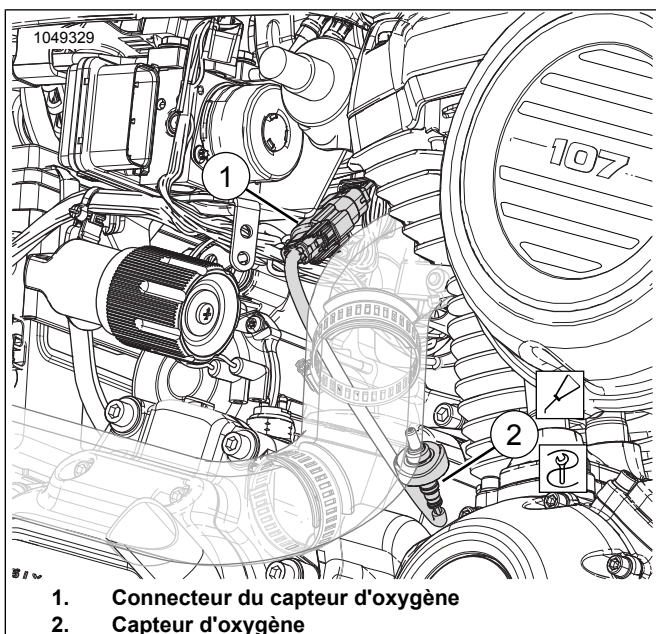

Figure 20. Capteur d'oxygène arrière
Voir Figure 20. Débrancher du faisceau principal le connecteur du capteur d'oxygène arrière (1).